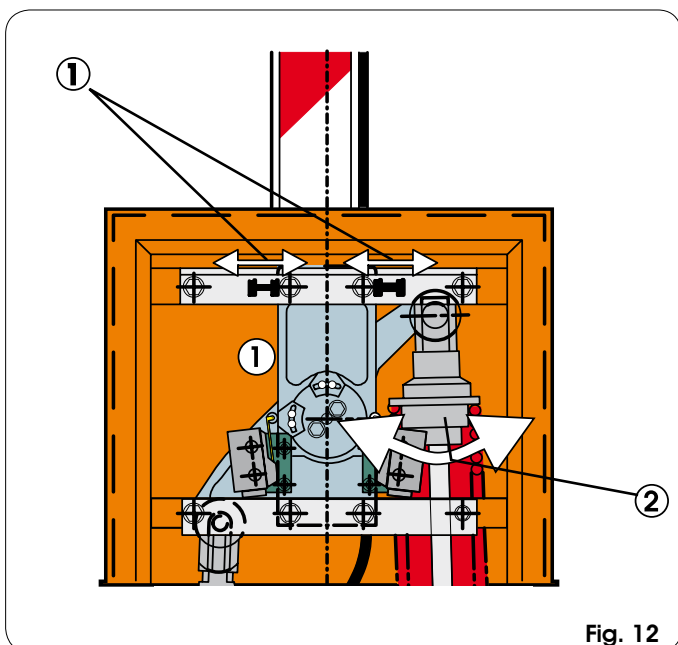

Fig. 12
- 5) Régler les arrêts mécaniques de fin de course d'ouverture et fermeture d'après la fig. 12 réf. ①. et vérifier l'équilibrage de la lisse d'après les indications fournies au paragraphe 4.4.
- 2) Si la barrière a tendance à se fermer, tourner la bague de précharge du ressort (Fig. 12 réf. ②) en sens horaire; si elle a tendance à s'ouvrir, tourner en sens inverse horaire.